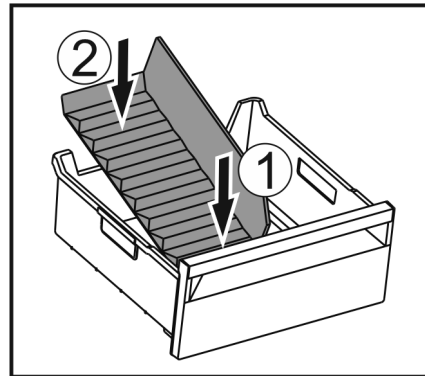

Fig. 103
- Inserire la parte anteriore del divisore dello scomparto del ghiaccio. Fig. 103 (1)
- Abbassare la parte posteriore del divisore dello scomparto del ghiaccio fino al fondo del cassetto. Fig. 103 (2)